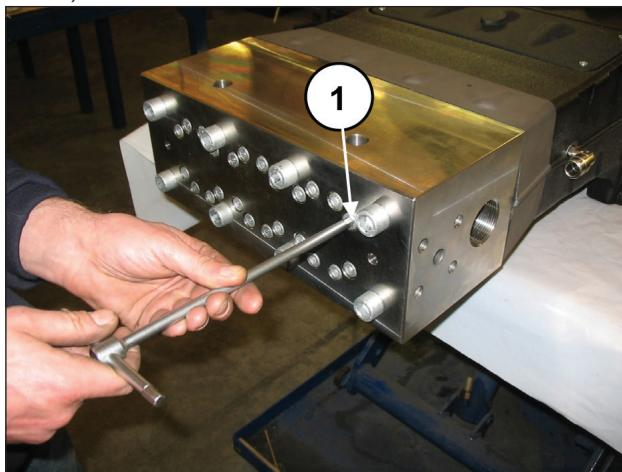
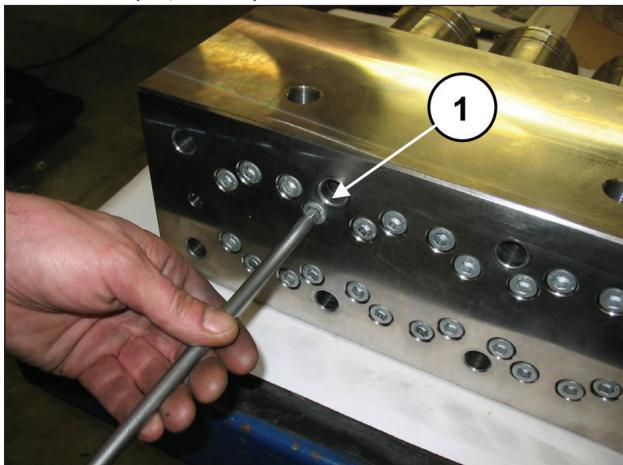
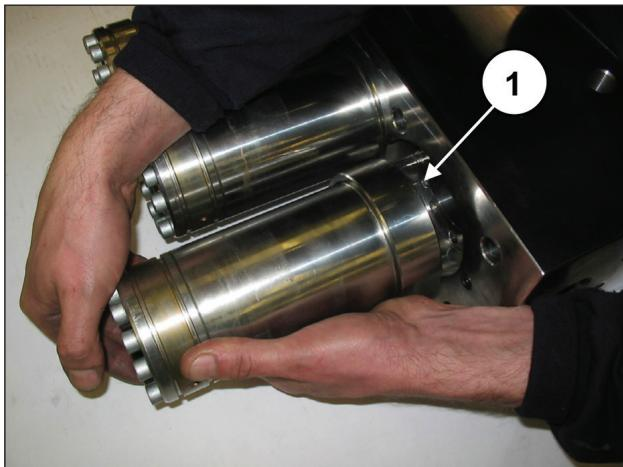

图 96
图 101
图 102
拧松但不拆除将缸套固定到泵头的螺栓 M10x140 (①, 图 96) · 以便使其自由。
拆除将缸套固定到泵头的螺栓 M10x140 (①, 图 101) 并抽出缸套总成 (①, 图 102)。
将泵头与泵缸套定距片从泵壳分开 · 如第2.2.1节 ( 从图 96 至图 102 ) 所示。